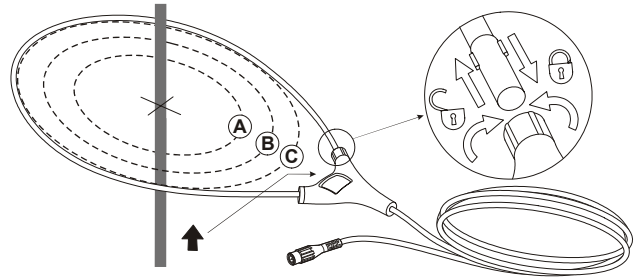

Figure 1. Pose de la sonde flexible autour du conducteur.
• Avec la position du conducteur dans la fenêtre de sonde (voir figure 1) :	A = 12.7 mm: ±0.5% de la mesure B = 20.3 mm: ±1.0% de la mesure C = 35.6 mm: ±2.0% de la mesure
2. Attachez la sonde flexible autour du conducteur (voir Figure 1.)